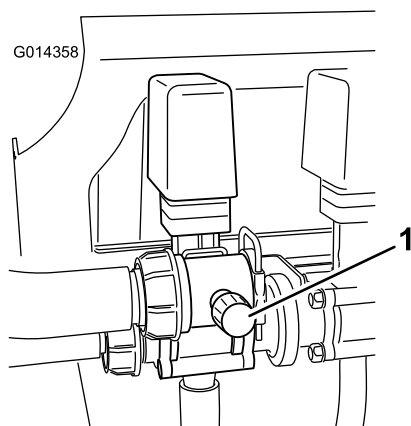

Рисунок 25
9. Отрегулируйте клапан перепуска перемешивания (Рисунок 25) на задней стороне клапана перепуска так, чтобы показание давления по манометру стало равно 689 кПа (100 фунтов на кв. дюйм).